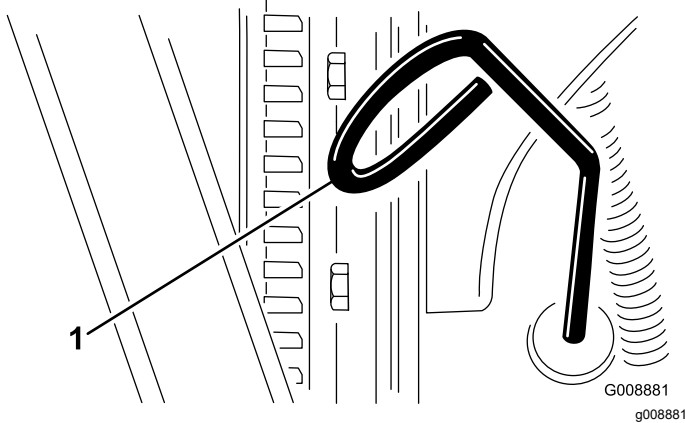

Figura 52
3. Retire la varilla, límpiela, vuelva a colocarla en el tubo y retírela de nuevo. El nivel de aceite debe estar entre las marcas LLENO y AÑADIR (Figura 52).
4. Si el nivel de aceite es bajo, retire el tapón de llenado y añada suficiente aceite para que llegue entre las marcas LLENO y AÑADIR (Figura 52).